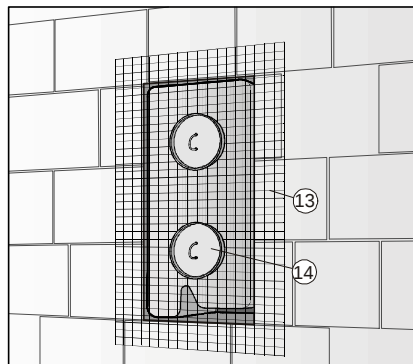

Abb. 8
**Achtung!** Diese Maßnahme ist notwendig, damit eine Rissbildung im Putz vermieden wird. Außenputz aufbringen. (Abb. 8 und 8a)